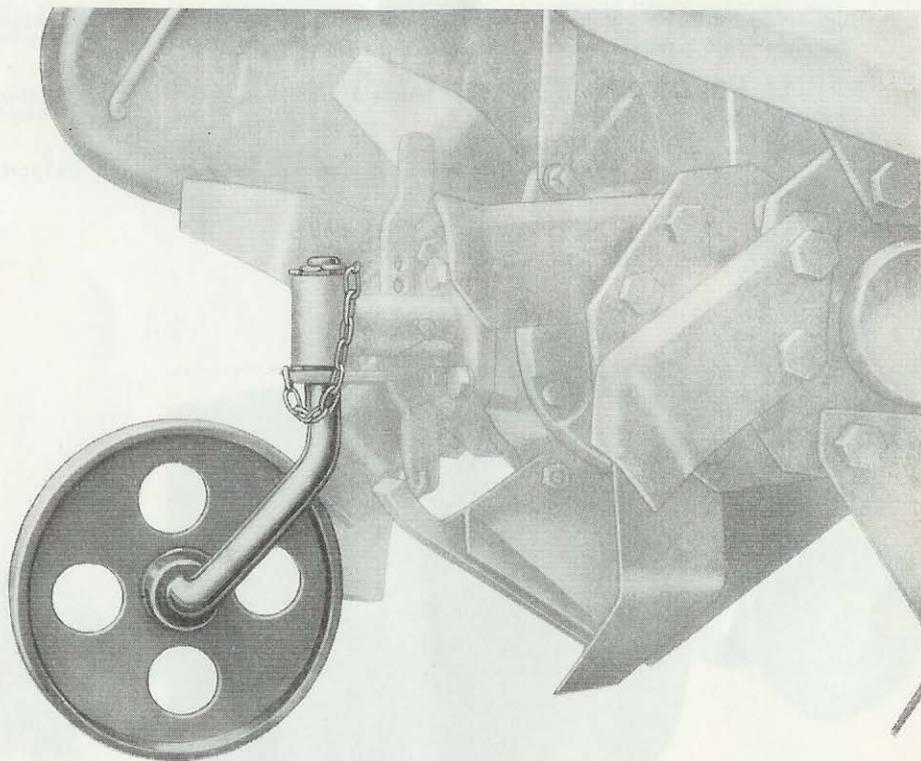

Fig. 8
Per il trasferimento della macchina senza doverla sostenere sollevata da terra, si applica IL RUOTINO TRASPORTO SU STRADA (fig. 8).
- 1°) si toglie il ruotino «trasporto su strada» (fig. 8) che serve solo per il trasporto della fresatrice fino al luogo di lavoro.
- 5° ruotino trasporto su strada fig. 8).
Il ruotino (fig. 8) serve per il trasporto su strada della fresatrice, per recarsi al lavoro o per lo spostamento da un campo all'altro.